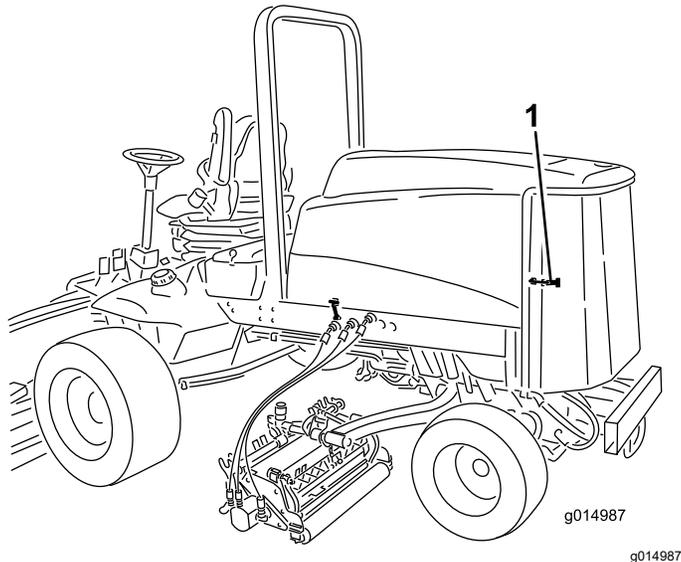

Bild 97
1. Entriegeln und schwenken Sie das hintere Gitter in die geöffnete Stellung (Bild 97).